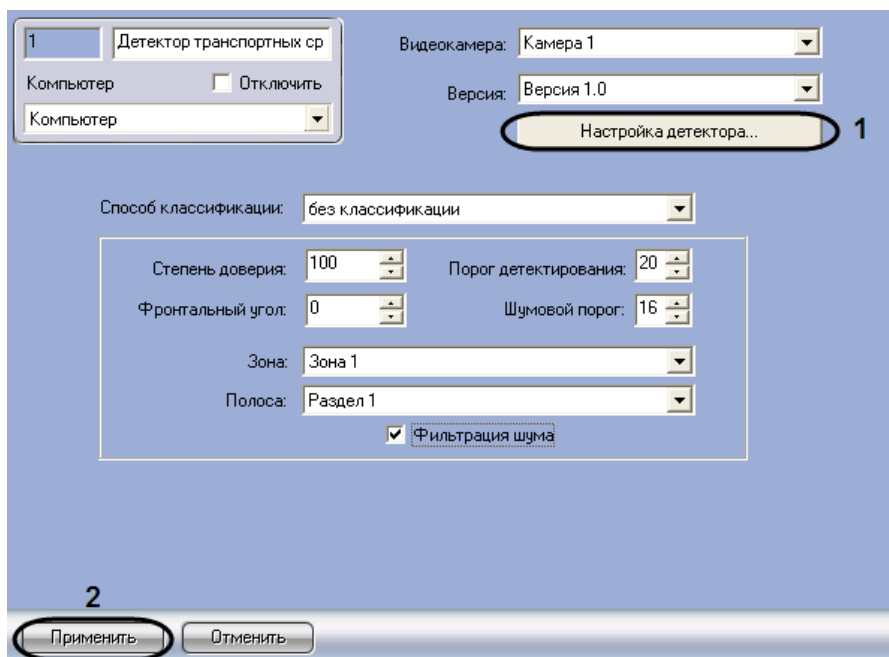

Рис. 7.6-3. Настройка зоны детектирования
1. Перейти на панель настройки объекта «Детектор транспортных средств» (см. Рис. 7.6-3)
2. Для настройки расположения зоны детектирования нажать кнопку «Настройка детектора» (см. Рис. 7.6-3, 1)
8. Для сохранения внесенных изменений нажать кнопку «Применить» (см. Рис. 7.6-3, 2)